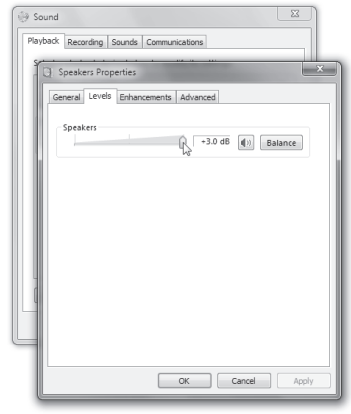

Abb. 5
7. Wählen Sie das Register "Wiedergabe" und dann das Register "Lautstärke", um die Gesamtlautstärke des Computers auf 100% zu setzen (Abb. 5). Steuern Sie dann mit dem vorderseitigen Level-Regler des Studio GT den Gesamtausgangspegel der Lautsprecher und Kopfhörer.